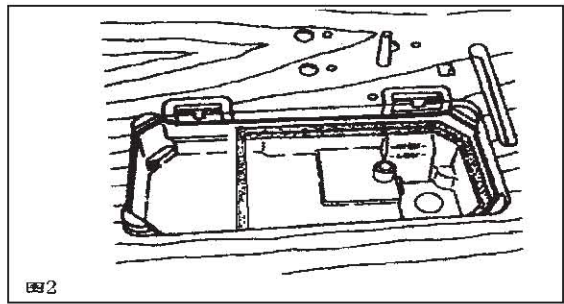
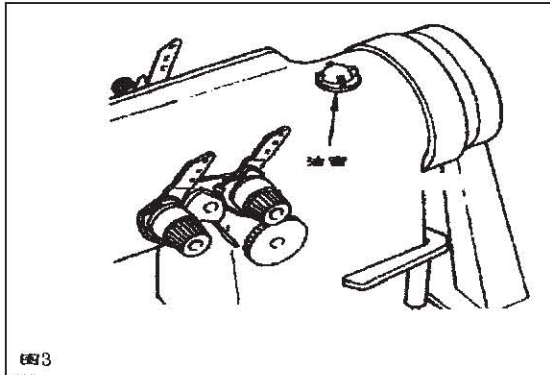

图2
图3
五、加油(图2.图3)
1. 向油盘内加缝纫机油(10号白油)至HIGH记号部位(图2)。
3. 加油后开动机器,润滑正常时,应看到油液喷到油窗上(图3)。至于喷到油窗上的油量多少与总油量的多少无关,所以不必担心。